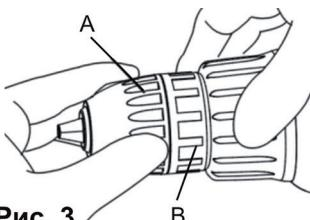
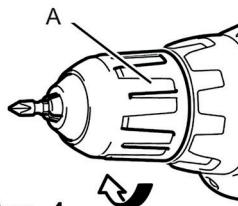

Рис. 3
Рис. 4
Изделие комплектуется быстрозажимным (бесключевым) патроном, и поэтому смена сверл и бит производится быстро и легко. Вращая зажим (A) по или против часовой стрелки и удерживая свободной рукой кольцо (B), Вы зажимаете или освобождаете рабочий инструмент (рис. 3). Не применяйте чрезмерную силу при зажиме. Некоторые модели имеют функцию блокировки шпинделя при смене инструмента (рис. 4), в этом случае смена сверла или биты производится одной рукой.